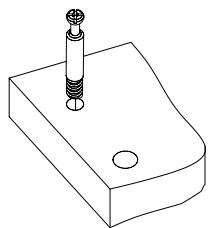
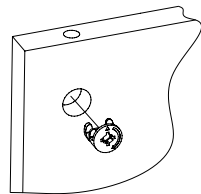

Рис.1
Рис.2
1. Подготовьте детали к сборке. Вкрутите шпильки минификсов в детали 1, 2, 3 (Рис. 1). Вставьте головки минификсов в детали 3, 4, 5, 6, 7, 8 (Рис. 2).